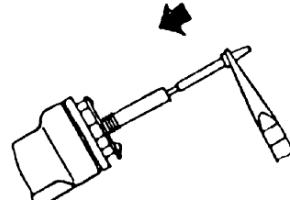

FIG. 6
5. Réintroduisez la panne dans l'élément d'échauffement afin de fondre la soudure coagulée (voir fig. 6), ce qui prendra environ 5 secondes.